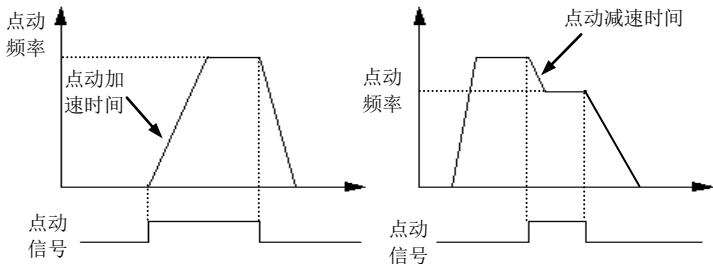

图 6-12 点动运行
**点动频率具有最高的优先级。**变频器在任何状态下,只要有有点动指令输入,则立即按设定的点动加、减速时间过渡到点动频率运行. 如图 6-12 所示。